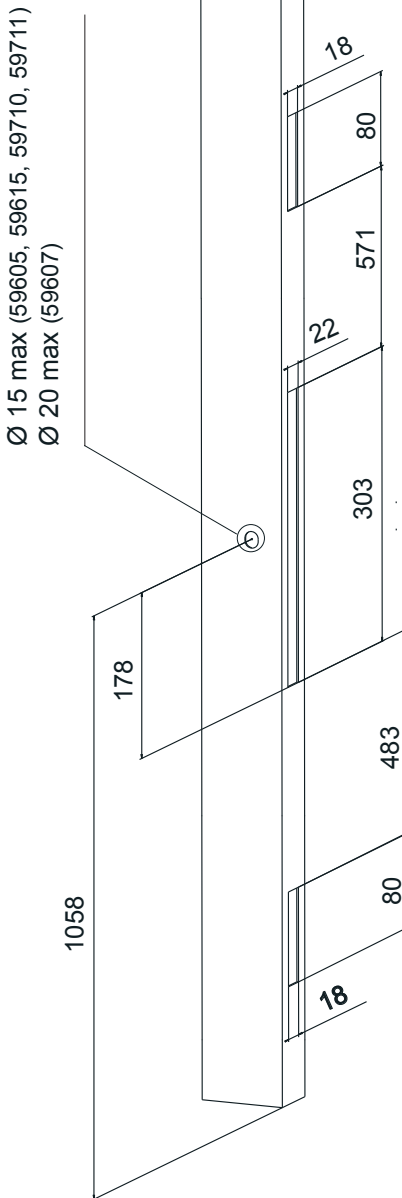

FIG. 4
b) Realice en el perfil las ranuras con las dimensiones indicadas en la **Fig. 4**.
Advertencia: Colocando el cuadrado de la manilla a 1.058 mm de la base inferior del perfil (según lo indicado en la **Fig. 4**), la altura de la barra antipánico estará comprendida entre 900 y 1.100 mm desde el suelo, según lo recomendado por la norma EN 1125:2008.